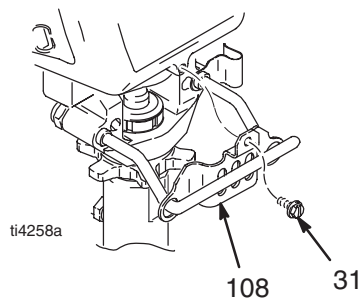

Fig. 8
1. Rinçage de la pompe (13).
3. Fig. 8. Retirer la vis (31) et faire glisser le couvre-tige (108) en avant.
2. Remettre la broche (44). Vérifier que le circlip (43) se trouve dans la gorge de la bielle (85).
7. Fig. 8. Fixer le couvre-tige (108) avec la vis (31).